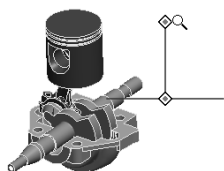

图 3-7 缩放模型
- 缩放：按住鼠标中键 + Ctrl 键 + 垂直移动鼠标，如图 3-7 所示。